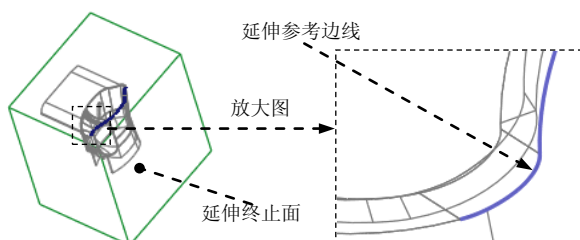
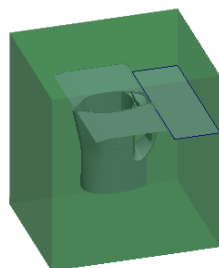

图 17.14 延伸参考边线
图 17.15 延伸曲面 3
- (1) 选取图 17.14 所示的复制曲面的边线。
- (2) 单击 **分型面** 功能选项卡 **编辑** 区域的 **延伸** 按钮，此时出现 **曲面延伸：曲面延伸** 操控板。
- (3) 选取延伸的终止面。在操控板中按下 **选择** 按钮，选取图 17.14 所示的坯料表面为延伸的终止面。
- (4) 单击 **确定** 按钮，完成延伸曲面的创建。
Step11. 创建图 17.15 所示的延伸曲面 3。